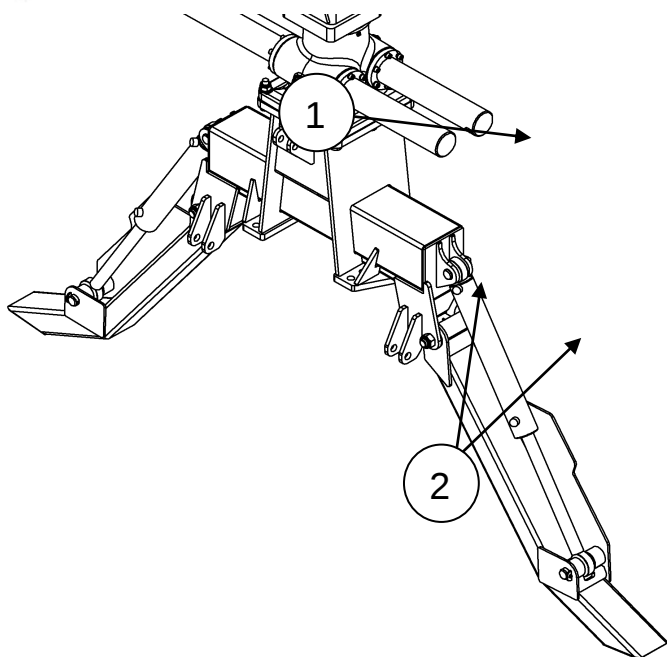

Figure 4. Jonctions de connexion sur les pieds de support
Montage de la grue forestière sur la remorque Palms. Le montage de la grue forestière doit être effectué au centre de service du concessionnaire ou par une personne autorisée par le fabricant ou le revendeur. Le montage / démontage de la grue peut également être effectué par l'utilisateur final, si un équipement professionnel est utilisé, toutes les règles de sécurité sont respectées et au moins un mécanicien qualifié est présent pendant tout le processus de montage / démontage. La classe de résistance pour les boulons de montage des pieds de support du dispositif de pivotement (pos.1, fig.4) et des pattes de support de la remorque (pos.2, fig.4) doit être de 10,9 (912 DIN) ou plus. Utilisez des écrous autobloquants M24. Le couple de serrage des boulons de fixation de la grue (pos. 1, fig. 4) et des pieds de support (pos. 2, fig. 4) est de 900 Nm.